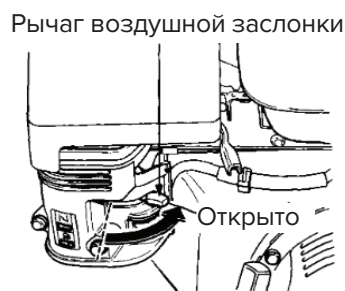

Рис. 13. Рычаг воздушной заслонки (открыто)
7. Если двигатель запустился, а рычаг воздушной заслонки был переведен в положение ЗАКРЫТО для запуска двигателя, постепенно переводите рычаг воздушной заслонки в положение ОТКРЫТО (рис. 13) по мере прогрева двигателя. Если двигатель не запустился, повторите шаги с 1 по 6.